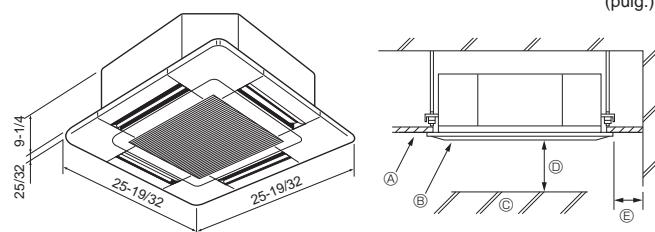

Fig. 3-1
3.1. Unidad interior (Fig. 3-1)
- (A) Techo
- (B) Rejilla
- (C) Obstáculo
- (D) Min. 1000 mm, 40 pulg.
- (E) Min. 500 mm, 20 pulg. (Toda la periferia)